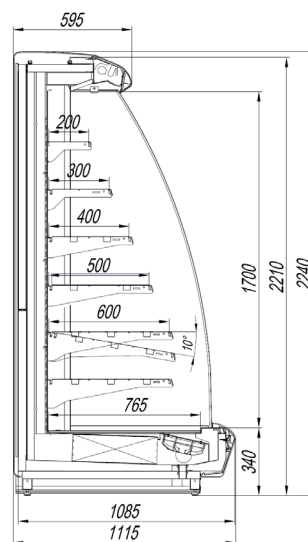

Рисунок 5. Витрина КВАРЦ ЛАЙТ
- «КВАРЦ ЛАЙТ» - пристенная среднетемпературная горка с шириной основания 1105мм и короткой крышей (рисунок 5);